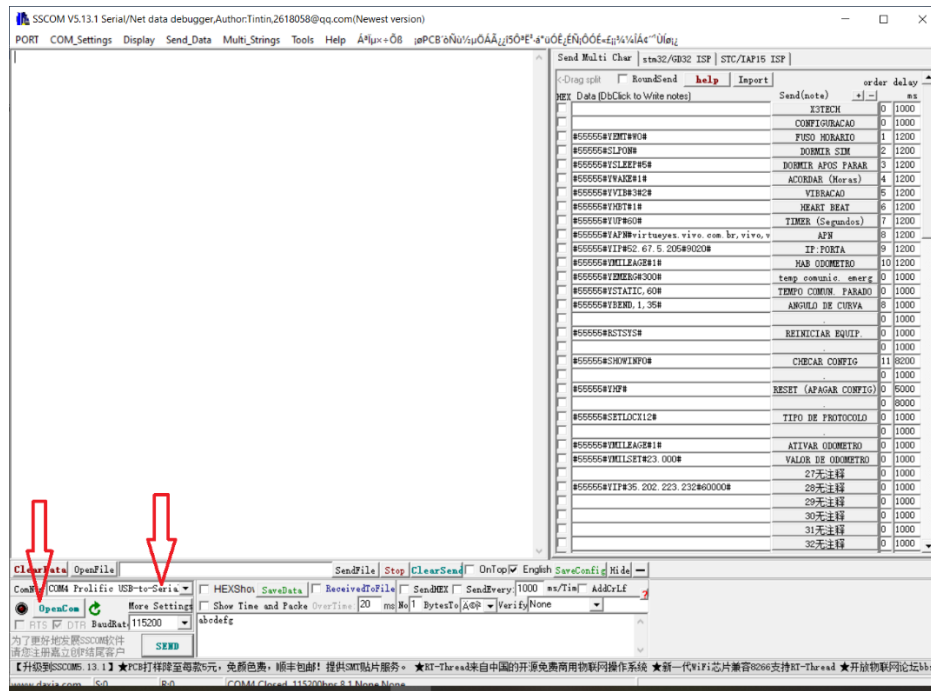

Figura 10 – Selecionar e abrir porta serial
**Passo 2:** Selecione a porta serial correspondente ao COMX Prolific USB-to-Serial, e a seguir clique no ícone OpenCom, conforme setas indicativas na figura 10.